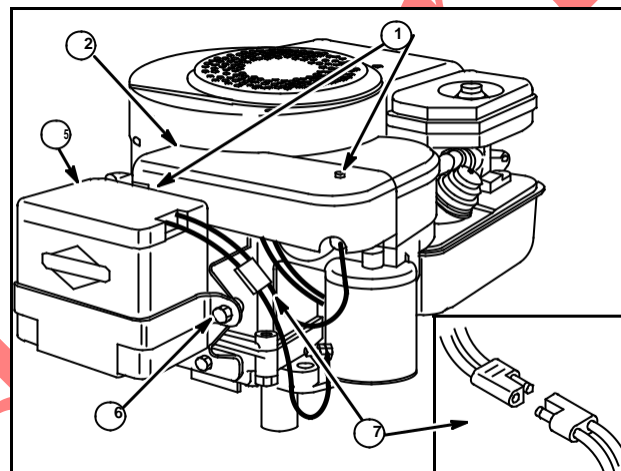

Fig. 27
2. Battery holder bolt (6), connector (7), Fig. 27.